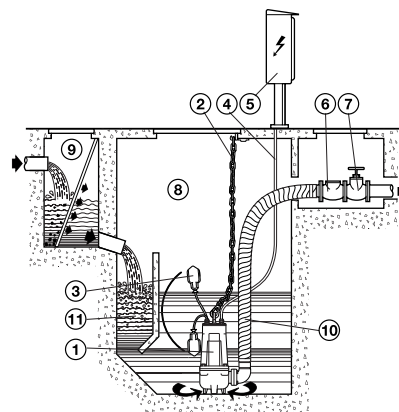

Fig. 5
5.2.1 INSTALLATION MOBILE (fig.5)